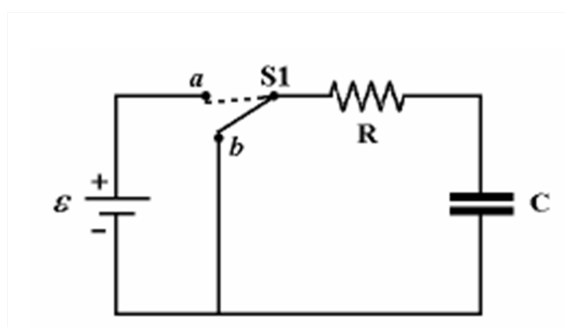

Figura 1 - Circuito RC para carga e descarga de um capacitor
Consideremos novamente o circuito RC apresentado no diagrama da Figura 1, com o capacitor C carregado inicialmente com a carga Q e o potencial inicial ε entre as placas. O instante inicial do processo de descarga, definido como $t = 0$, é o instante em que a chave $S1$ passa para a posição **b**. A partir deste instante, a carga elétrica Q acumulada nas placas do capacitor flui na forma de corrente elétrica i através do circuito, passando pelo resistor R , até a descarga completa do capacitor. O circuito pode ser resolvido novamente com a aplicação da lei das malhas, de acordo com a equação (1), mas com o potencial externo $\varepsilon = 0$: